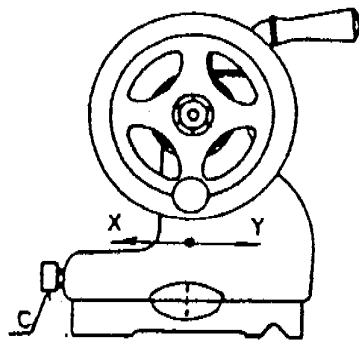

Figura 6
1. La broca debe estar alineada con el eje al material. Caso contrario, corrija el alineamiento por medio de tornillos de regulación del cabezal móvil (Figura 6).